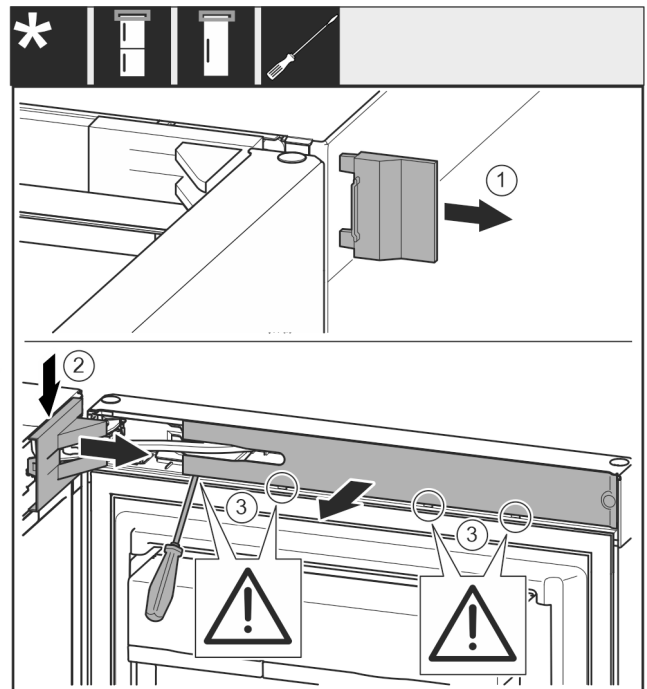

Fig. 5
- ▶ Snemite zunanji pokrov. Fig. 5 (1)
- ▶ Snemite in odstranite pokrov ležajnega podstavka. Snemite pokrov ležajnega podstavka. Fig. 5 (2)
- ▶ S ploščatim izvijačem staknite zaslonko in jo obrnite k strani. Fig. 5 (3)